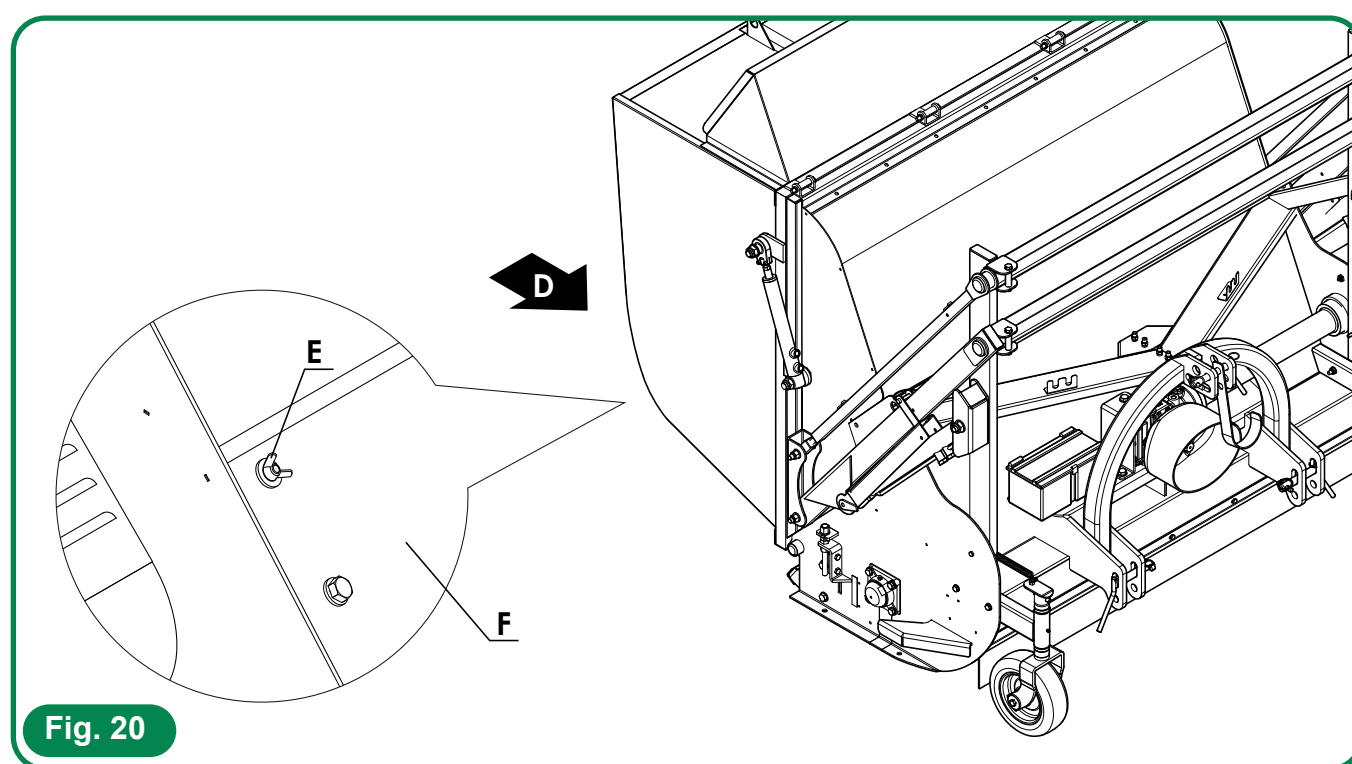
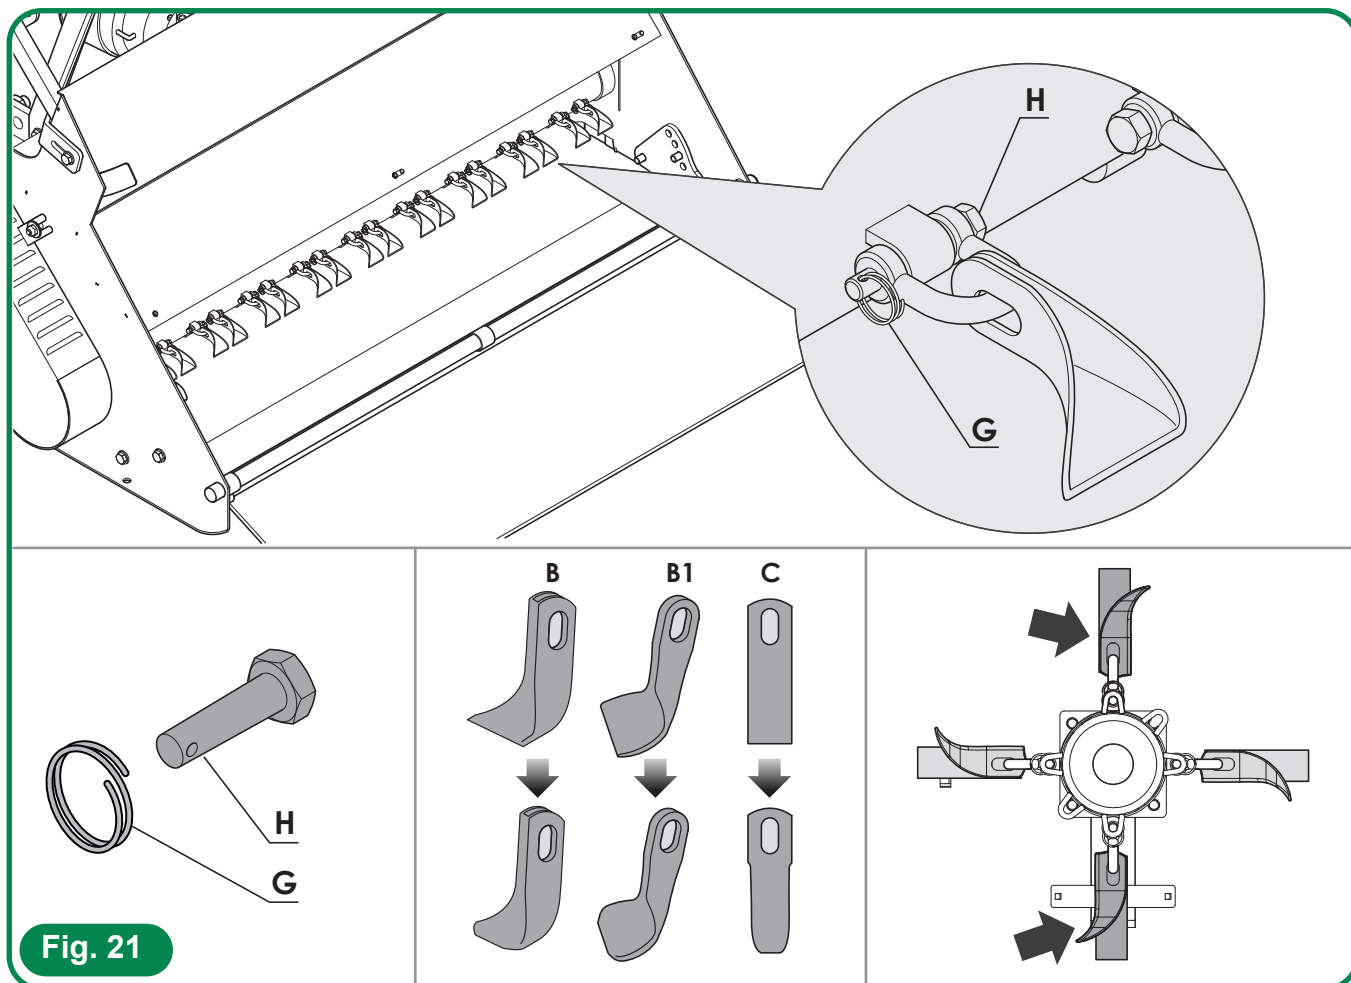

Fig. 20
Fig. 21
- För byte av knivarna, ställ dig på den plats som anges av pilen (D) (Se **fig. 20**).
- Skruva loss alla bultar (E) som sitter på dörren (F).
- Öppna dörren helt tills du får en komplett översikt av knivaxeln (Se **fig. 21**)
- Verifiera knivarnas skick och byt ut de som är trasiga eller slitna mot likadana i original (se **fig. 21**)